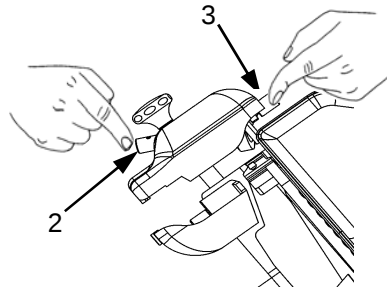

Abb. 45
6. den Druckknopf 2 Abb.45 drücken, das Schneideblatt zwischen den Schleifscheiben ungefähr 30/40 Sek. drehen lassen, bis sich auf der Klinge ein leichter Grat bildet;